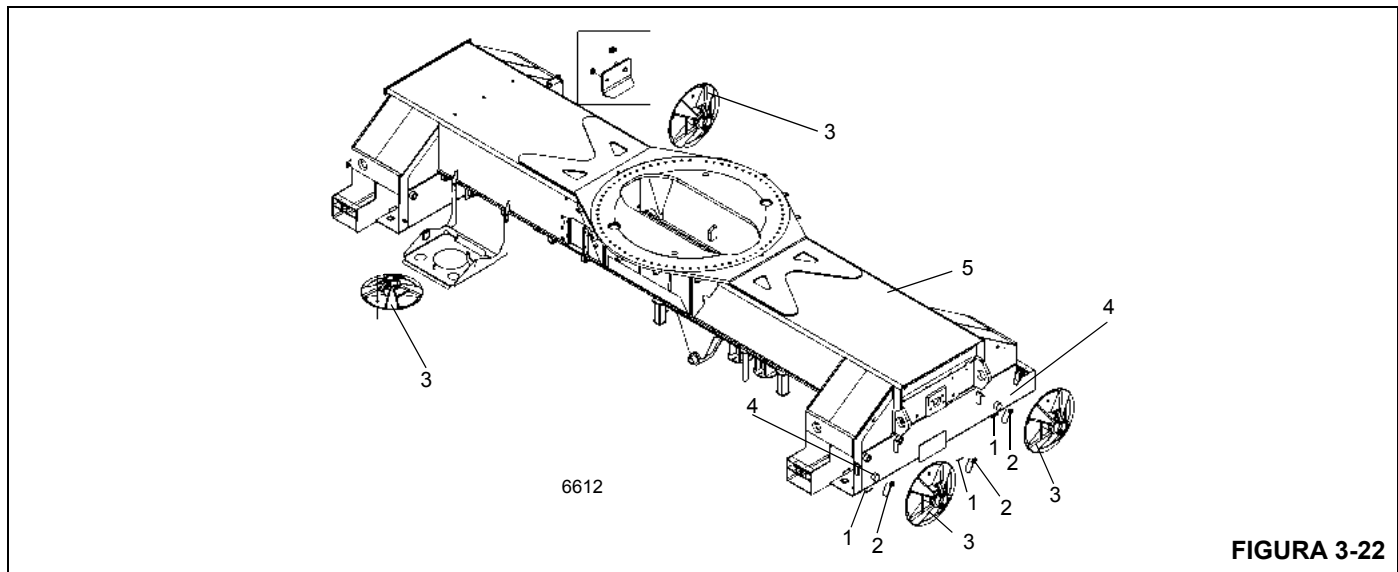

FIGURA 3-22
7. Após todos os estabilizadores terem sido totalmente retraídos, armazene os flutuadores dos estabilizadores. (Figura 3-22) Prenda os flutuadores com os pino rápidos e com os contrapinos.